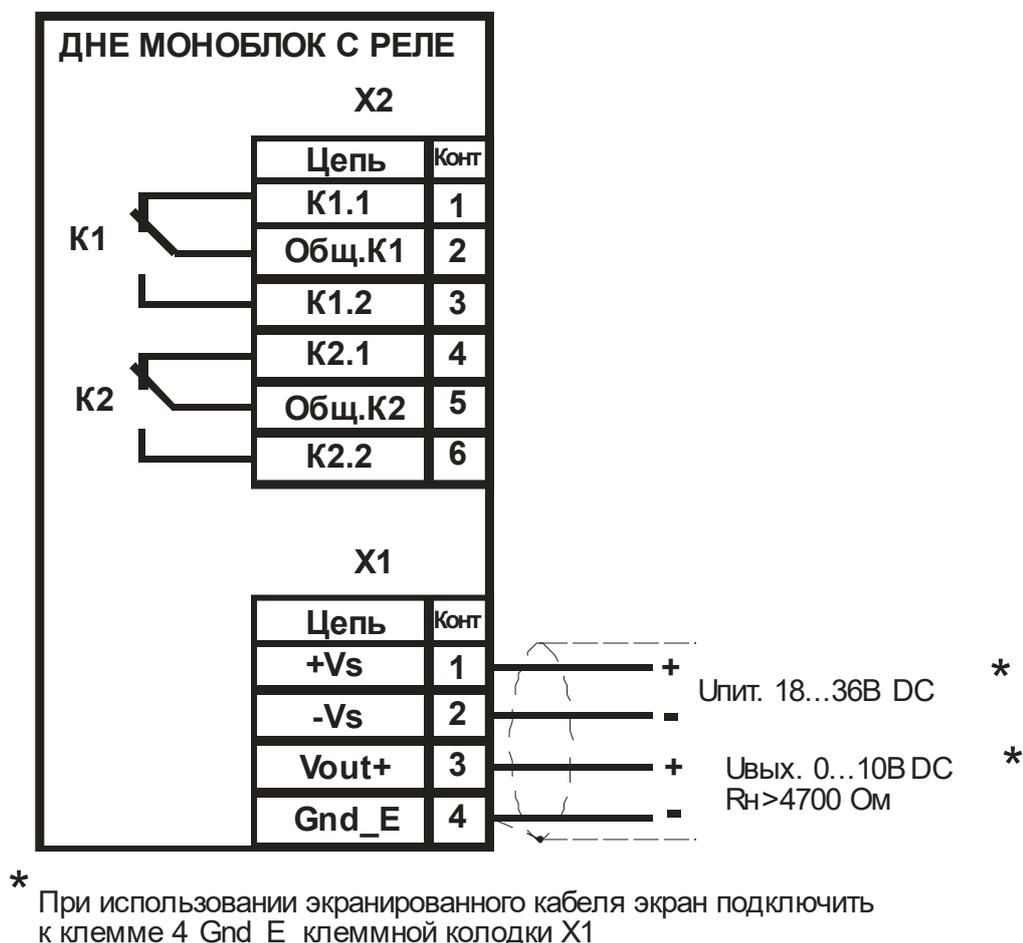

Рис.3 Схема подключения моноблочного датчика ДНЕ с реле.
1.3.6 Схема подключения датчика ДНЕ приведена на Рис. 3. Положения контактов реле K1 и K2 показаны для выключенного состояния реле или при отсутствии напряжения питания на клеммах 1 и 2 колодки X1 ДНЕ. Допускается соединение цепей минус питания $-V_s$ (клемма 2) и минус выхода 0-10В (клемма 4) колодки X1. При этом гальваническая изоляция между цепями питания и выходом 0-10 В будет отсутствовать.
2.1.8 Подключение датчика уровня осуществляется посредством клеммных блоков, расположенных на печатных платах, в соответствии со схемой подключения (см. рис.3) кабелем с медными жилами сечением до 0,35 мм². Для клемм 1 (+Vs), 2 (-Vs), 3 (Vout+), 4 (Gnd_E) рекомендуется использовать экранированный кабель. Уплотнение гермоввода предназначено для кабеля с наружным диаметром 10-11 мм. При использовании кабеля с меньшим диаметром следует заменить уплотнение в гермовводе. Например, для кабеля с наружным диаметром 6 мм в качестве уплотнения можно использовать отрезок вакуумной трубки длиной 24 мм, с внутренним диаметром 6 мм и с толщиной стенки 6 мм. Чтобы получить доступ к клеммным блокам, необходимо снять крышку корпуса.